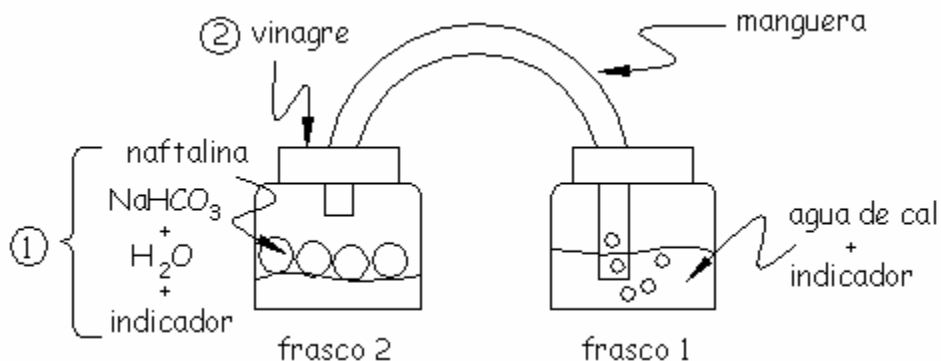

Figura 2
7. Vierte en el "frasco 2" una cucharadita de vinagre a la solución de bicarbonato, y ciérralo rápidamente (Figura 2).